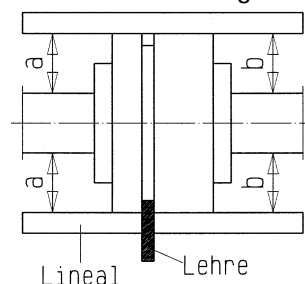

Bild 4 - Ausrichten der Kupplung mit Lehre und Lineal
- Vor dem Ausrichten der Kupplung Schrauben (S7; M7) zwischen Lagerträger (10) und Stützfuß (80/F) lockern und erst nach dem Ausrichten wieder festziehen. Nach dem Festziehen der Schrauben (S7; M7) die Messung noch einmal wiederholen.
- Das Aggregat ist richtig ausgerichtet, wenn ein über beide Kupplungshälften axial gelegtes Lineal überall auf dem Umfang gleichen Abstand von der jeweiligen Welle hat. Ferner müssen beide Kupplungshälften überall am Umfang gleichen Abstand voneinander haben. Dies ist mit Taster, Lehre oder Messuhr nachzuprüfen; siehe Bild 4 und 5.